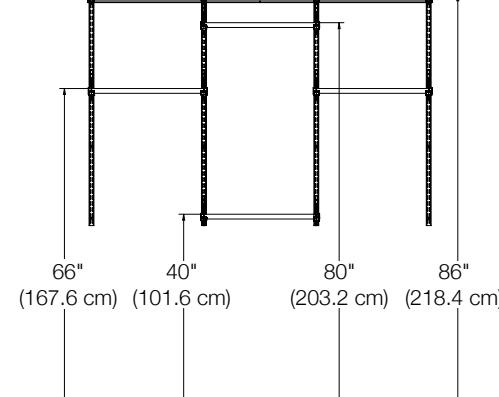

Imagen 1
**PASO 3:** Instale el riel para colgar en las vigas de la pared (la parte superior del riel para colgar a 86" [218.4 cm]) con los tornillos provistos y el nivel (**Imagen 1**).
- Alturas normales de los barrales para armarios (medir desde el piso hasta la parte superior del barral del armario): 66" (167.6 cm) para una configuración con un solo barral, 40" (101.6 cm) y 80" (203.2 cm) para una configuración con dos barrales (**Imagen 1**).